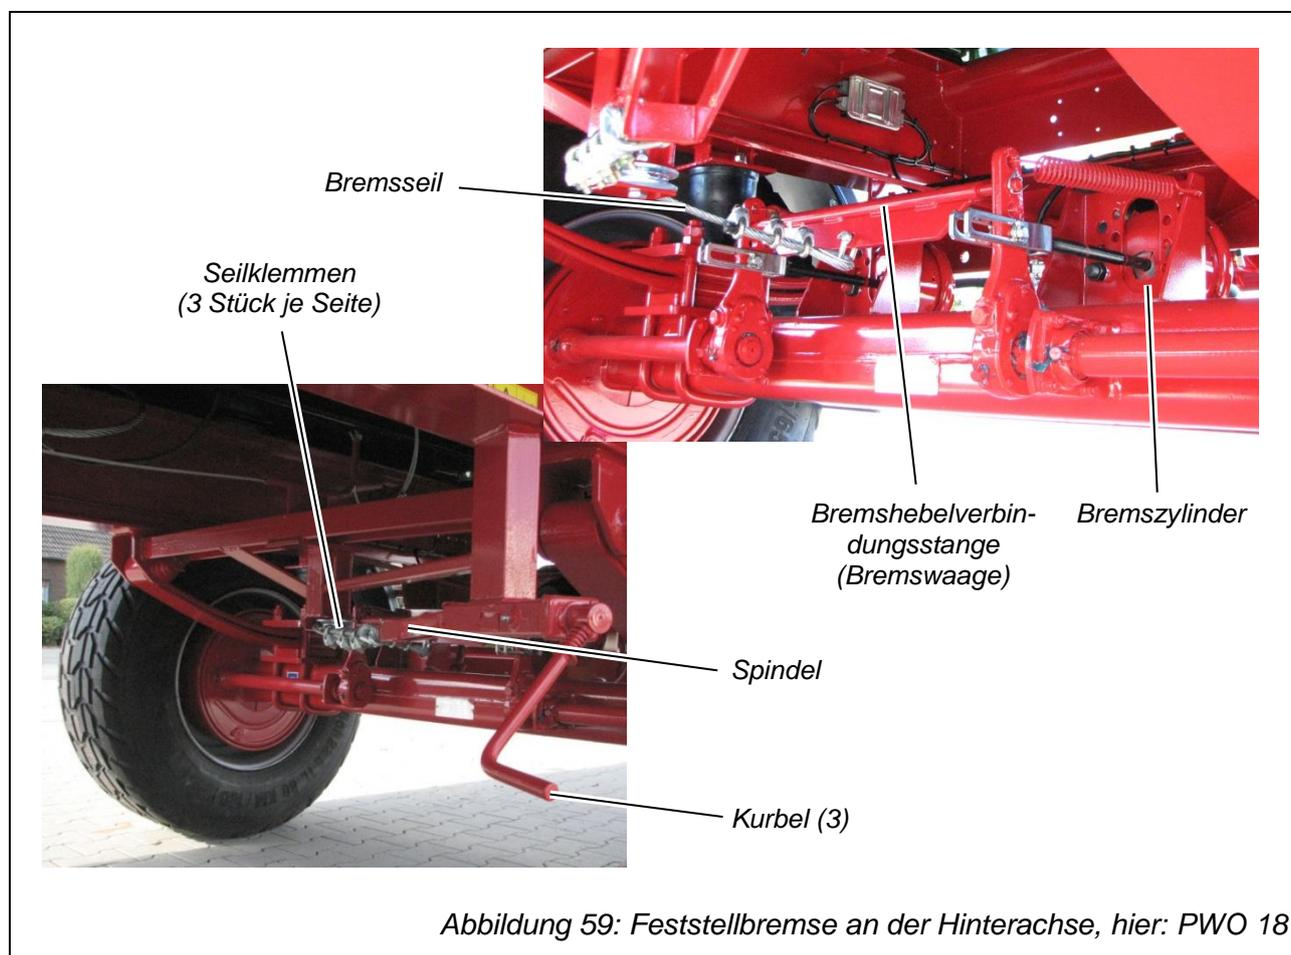

Abbildung 59: Feststellbremse an der Hinterachse, hier: PWO 18
⇒ Lösen Sie die 3 Seilklemmen einer Seite (siehe Abbildung 59).
⇒ Schrauben Sie die 3 Seilklemmen wieder fest an (siehe Abbildung 59, Seite 128).
- ⇒ Lösen Sie alle 6 Seilklemmen (siehe Abbildung 59) und setzen Sie die 6 Seilklemmen neu.
- ⇒ Schrauben Sie alle 6 Seilklemmen wieder fest an (siehe Abbildung 59, Seite 128).
- ⇒ Schrauben Sie alle 6 Seilklemmen fest an (siehe Abbildung 59, Seite 128).